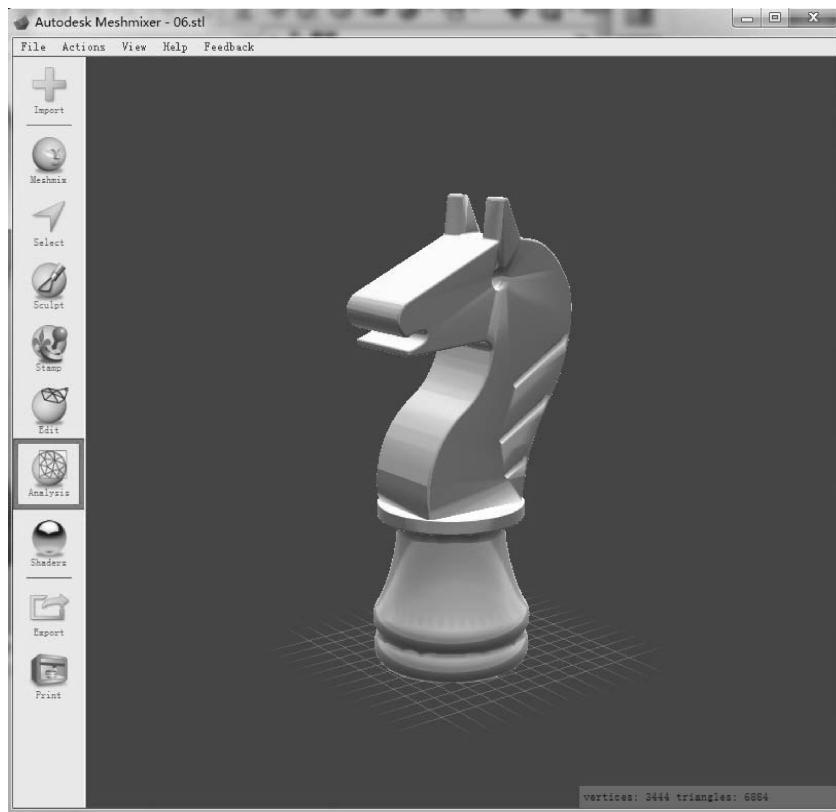

图 4-60 Meshmixer 主界面
- 1) 打开Meshmixer软件，进入主界面。单击“Import”按钮，导入Netfabb软件修复好的“马”模型，如图4-60所示。